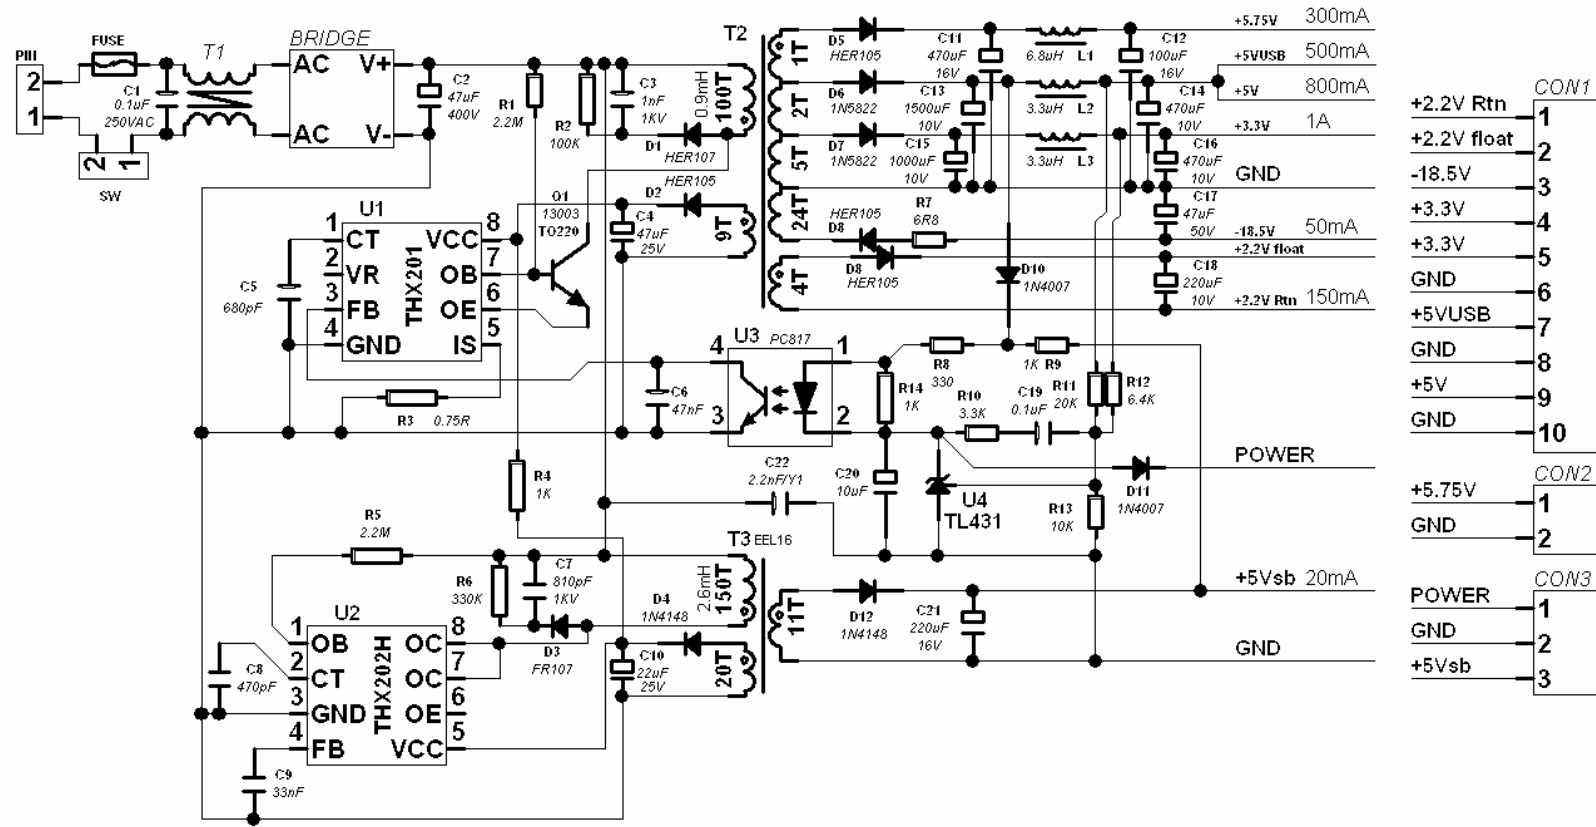

图 6、有独立待机的 DVD 或机顶盒等电源例
- 例三 (图 6), 有独立待机的 DVD 或机顶盒等电源; 采用 THX202H 作待机电源, THX201 作主电源。待机时, POWER 低电平, 光耦 U3 饱和使 U1.FB、U1.TC 和 U1.OB 低电平, 主电源关闭, 但 U1 由 R4 提供电源电流, U1 为保持状态; 主电源工作时, POWER 高电平, 由于 R4 提供电源电流较小, U1.THX201 的各种保护功能依然有效。由于待机电源要求输出电流较小, 因此无需采用光耦反馈电路就能使+5Vsb 达到要求。